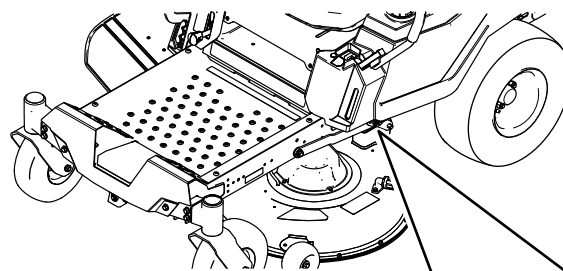

Figura 77
- Pe o parte a mainii, îndepărtați aiba și tiftul în formă de agrafă de la tiftul punii (Figura 77).
- Îndepărtați brațul de ridicare de la tiftul punii (Figura 77).
- Pe o latură a mainii, ridicați partea din spate a punii mainii de tuns iarba și montați brațul de ridicare la tiftul punii (Figura 77).
- Montați brațul de ridicare utilizând aiba și tiftul în formă de agrafă (Figura 77).